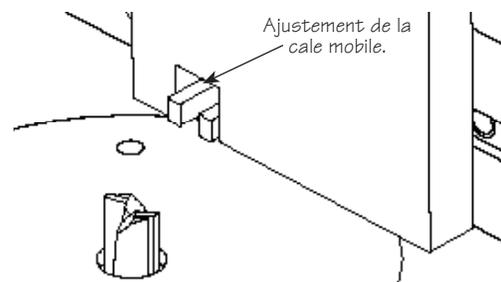

Figure 22 : Ajustement de la cale mobile à la largeur de la première rainure.
6. Insérez la rainure que vous venez d'usiner sur les cales. Si vous réalisez des queues de 1/4 po (6 mm) et plus, appuyez le bord de la rainure contre la cale fixe, comme le montre la **figure 22**, puis écartez la cale mobile jusqu'à ce qu'elle s'appuie contre l'autre bord de la rainure de façon à ce que la rainure glisse sur les deux cales sans jeu. Bloquez la cale mobile dans cette position